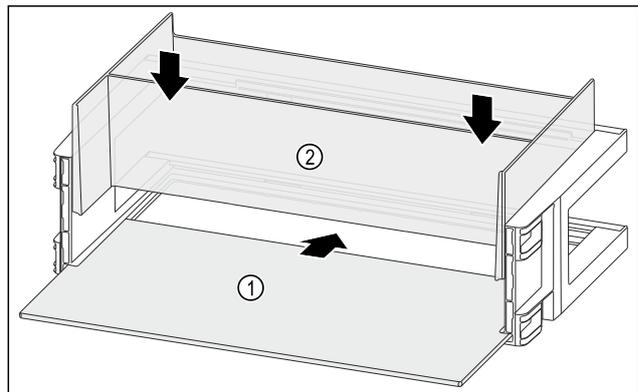

Fig. 98
- Abstellfläche Fig. 98 (1) in die seitlichen Einsparungen einschieben.
- Organizer Fig. 98 (2) einsetzen.